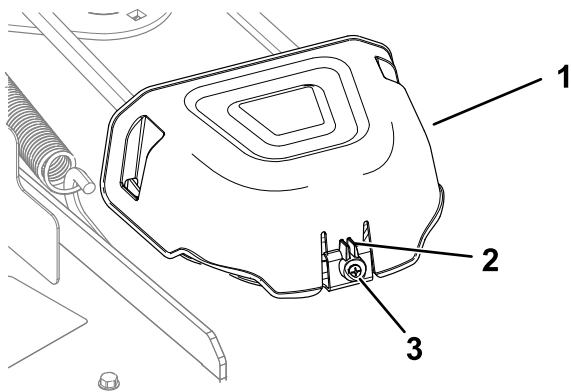

**Figura 52**
3. Individuate il bullone di regolazione dell'allineamento vicino alla leva di comando del movimento sul lato specifico che richiede la regolazione (Figura 52).